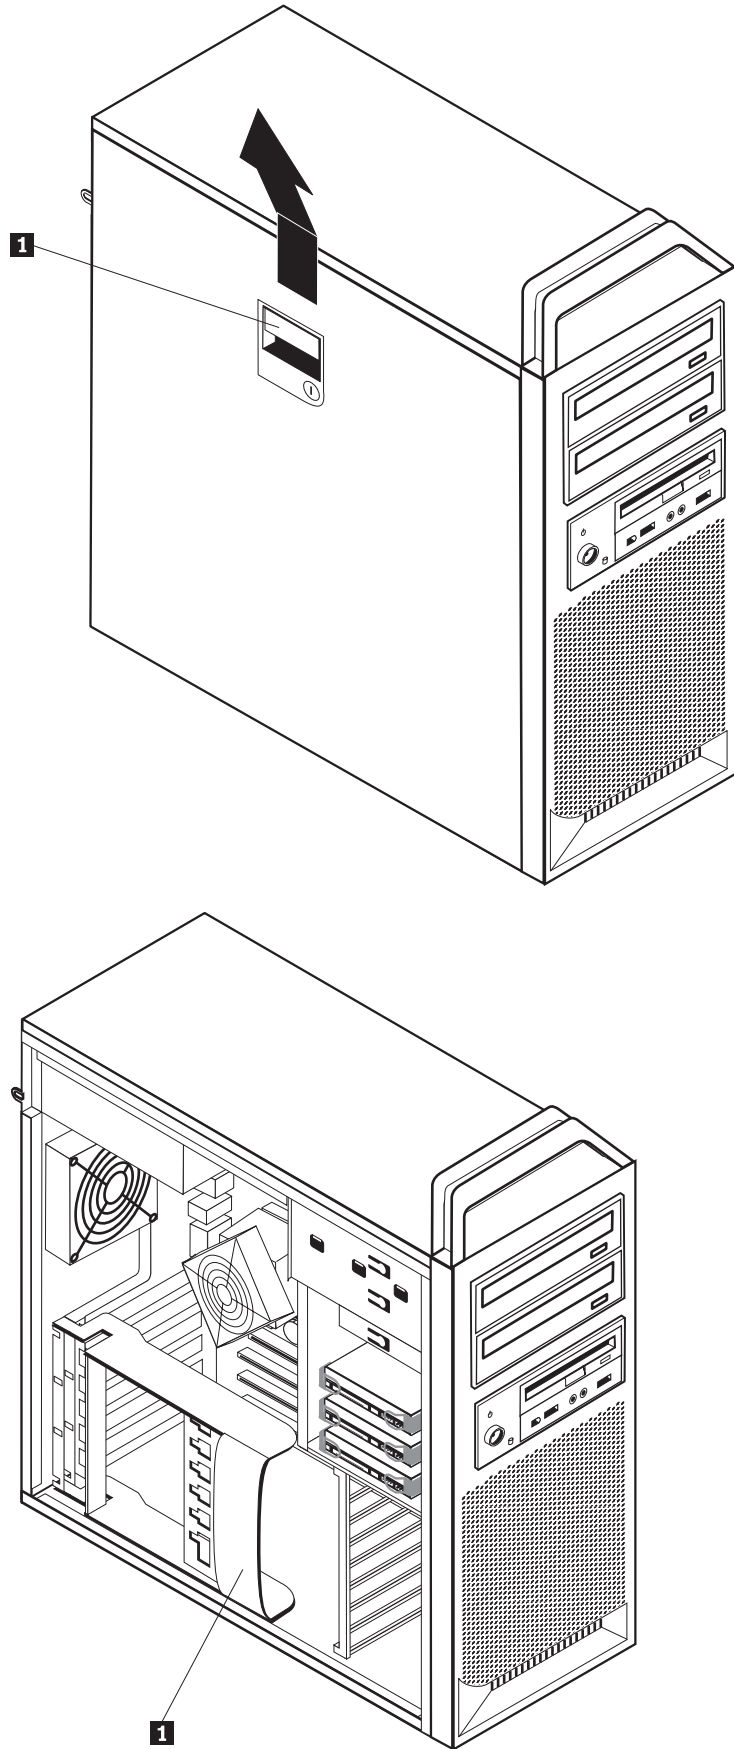

图 5. 卸下外盖
5. 将外盖滑锁 **1** 拨至打开位置，并打开外盖。卸下外盖，并将其放在平坦的表面上。请参阅第 13 页的图 5。